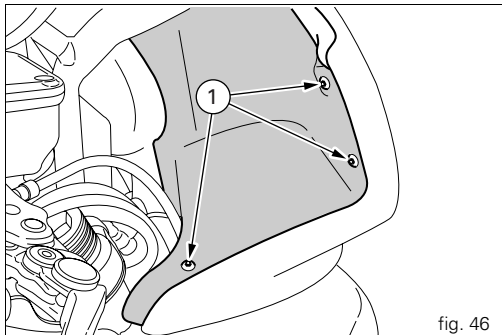

fig. 46
Dévisser les six vis (1) de fixation de la planche intérieure des deux côtés de la bulle puis la dégager par le haut (fig. 46).